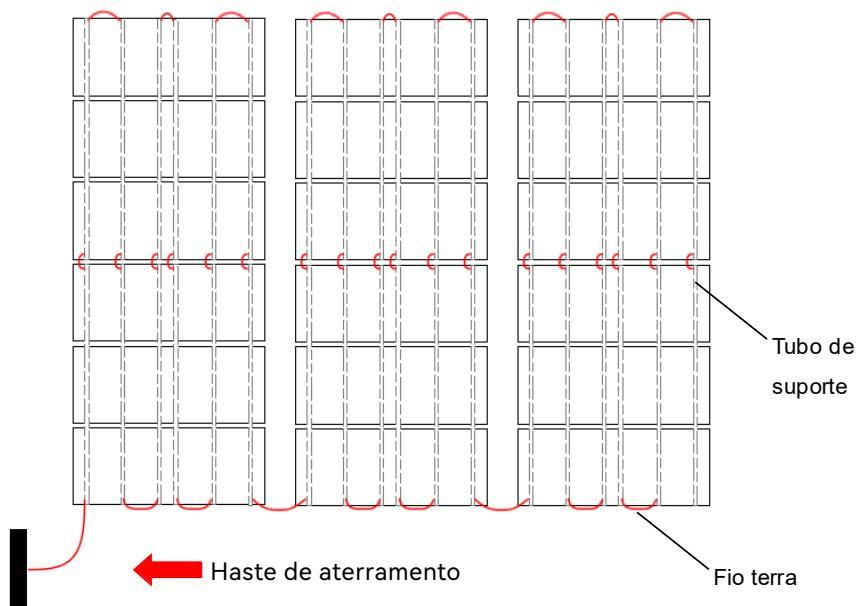

Figura 17
- ① Antes da construção do produto, todos os materiais e adesivos a serem processados devem ser armazenados por pelo menos 24 horas em condições iguais (como 5° C - 40° C) e protegidos da luz solar, da água da chuva e de outros fatores climáticos.
- ② Limpe o substrato do telhado. A superfície do telhado deve estar limpa, seca e livre de óleo, poeira e outros resíduos de poluição. Cada etapa do processo de construção deve evitar a poluição secundária da superfície do material limpo. Se houver poluição, a superfície deverá ser limpa novamente.
③ A construção no local deve atender aos requisitos do adesivo estrutural selecionado para o ambiente de construção, a tecnologia de construção e outros requisitos de construção.
④ A posição do adesivo do tubo de suporte deve ser determinada pela linha de giz, e o adesivo estrutural deve ser aplicado no substrato de acordo com as regras de colagem no local em que o produto precisa ser instalado. Em seguida, instale os tubos.
⑤ Instale o condutor de aterramento, de modo que os tubos de suporte sob todos os produtos sejam conectados em um caminho condutor para o barramento de aterramento, que está conectado à haste de aterramento. A profundidade da estaca de aterramento é superior a 1,5 m e a resistência de aterramento é inferior a 4Ω . (conforme mostra a Figura 17)